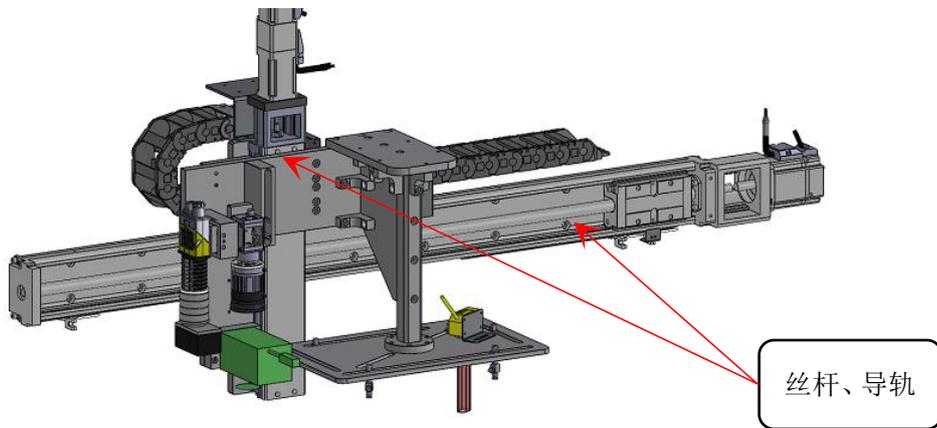

图 6.2.5
b. 对中间取料 XZ 的直线导轨和丝杆加注润滑油脂。如图 6.2.5